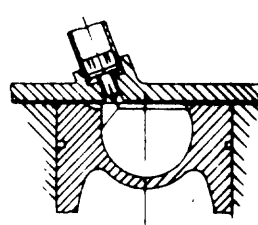

Fig. 3
- motores con cámaras de turbulencia (fig. 3);